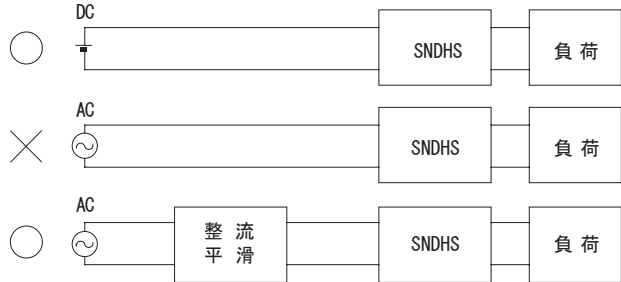

図3.3 AC入力での使用
■SNDHSシリーズはDC入力専用です。ACでの使用時は、電源入力に整流平滑回路を接続してください (図3.3)。